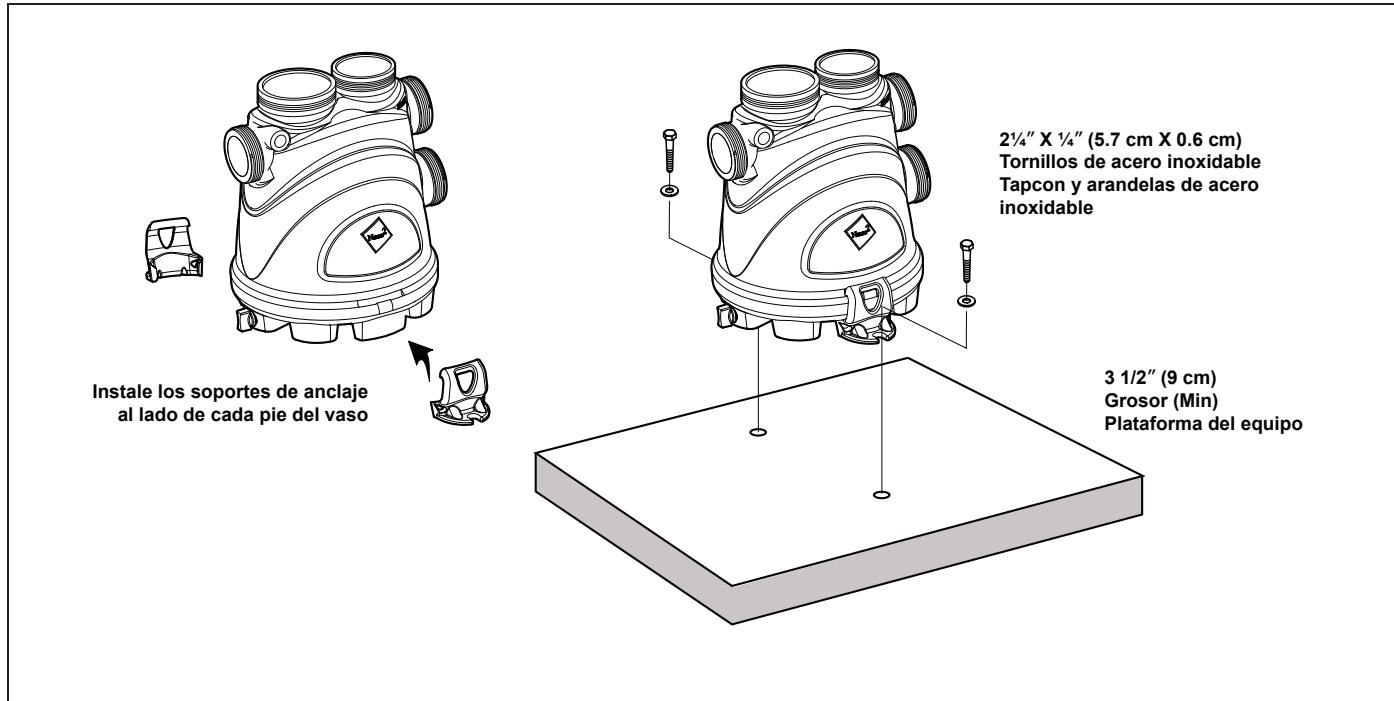

Figura 2. Instalación de los soportes de anclas
1. Manualmente coloque las dos (2) anclas en los pies al costado del vaso, como se muestra en la Figura 2. Asegúrese de que estos soportes de anclas se coloquen firmemente a los pies de la vaso.
3. Perfore los agujeros de 5/32" (0,5 cm) en la plataforma para cada uno de las dos (2) anclas. El tamaño correcto de broca de concreto debe ser obtenido cuando se compran los tornillos de concreto.
4. Instale los tornillos Tapcon y arandelas en cada uno de los dos (2) agujeros para asegurar el vaso a la plataforma de equipos. No se exceda en apretar los tornillos.